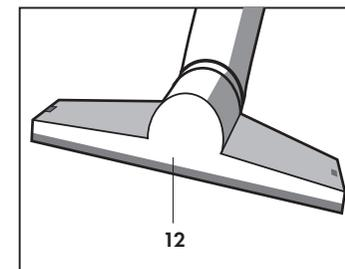

Fig. 13
- E' composta da una parte universale (12) (Fig.13) sulla quale possono essere montate, a seconda delle esigenze: